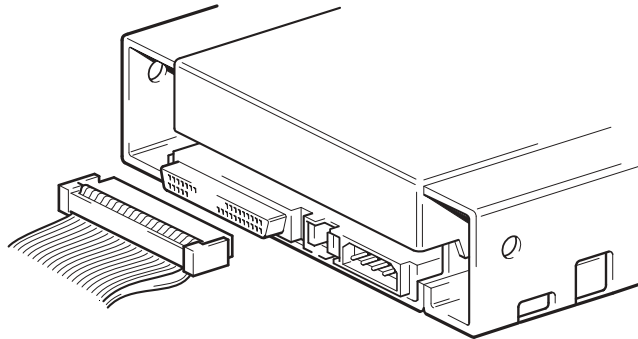

ABBILDUNG 8. SCSI-Interface-Anschluss auf dem internen Bandlaufwerk
1. Schließen Sie das Interface-Kabel des SCSI-Host-Adapters an den 68-Pin-SCSI-Interface-Anschluss auf der Rückseite des internen Bandlaufwerkes an (siehe Abbildung 8 auf Seite 32).